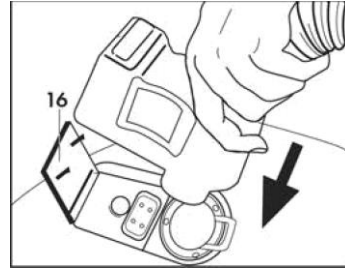

Fig. 6
Abri totalmente a tampa. Cole presa dos acessórios (16) e insira o engate rápido do tubo flexível na presa colocada no parafuso dianteiro do aparelho, pressionando a fundo. Feche a tampa do preso de acessórios (16) no corpo do engate rápido verificando que as duas partes se encaixem. (Fig. 6)